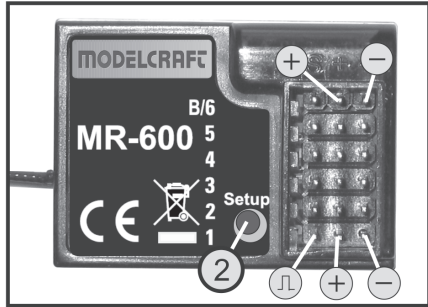

Figure 6
Allumez d'abord l'émetteur puis le récepteur. Si la fonction Binding est correctement activée, la DEL de contrôle, directement à côté du bouton-poussoir Setup (voir figure 6, n° 2), est allumée sur le récepteur et les quatre servos réagissent aux mouvements des leviers de commande. Contrôlez le fonctionnement correct du récepteur puis éteignez-le à nouveau.
- À l'aide d'un objet pointu (cure-dent, etc.), enfoncez et maintenez la touche Setup enfoncée sur l'émetteur (voir également figure 6, n° 2).
- Allumez le récepteur en maintenant la touche Setup enfoncée. Dès que la DEL du récepteur clignote rapidement, relâchez la touche Setup du récepteur (2).
- Enfoncez et maintenez la touche Binding / PDM enfoncée sur l'émetteur (3). Dès que l'indicateur à DEL vert pour la fonction Binding et la détection des sous-tensions (14) clignote rapidement, relâchez la touche. La DEL du récepteur s'éteint.
- Dès que l'indicateur à DEL verte pour la fonction Binding et la détection des sous-tensions (14) reste allumé en permanence (au bout d'env. 5 secondes), la procédure d'appairage est achevée. La DEL du récepteur reste allumée en permanence et signale la réception des signaux de commande de l'émetteur.